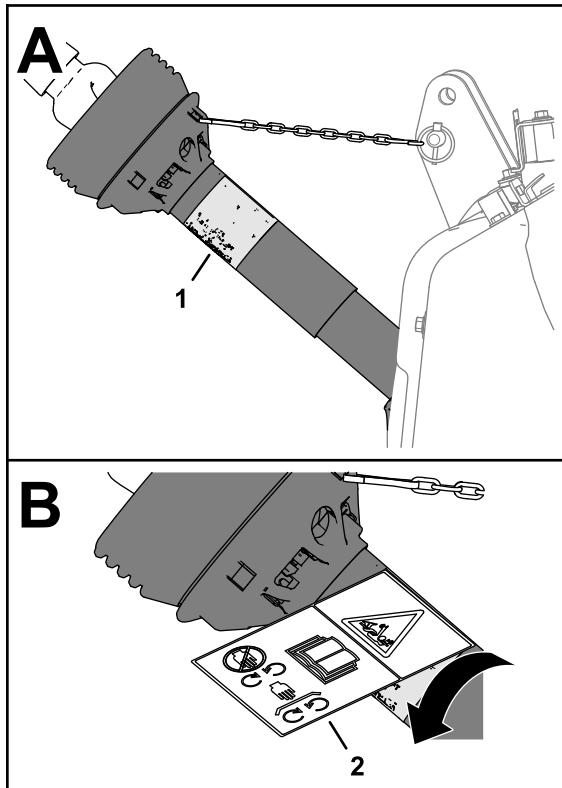

Bild 19
1. Drehen Sie den Wellenschutz, um Zugang zum vorhandenen Aufkleber für Einzugsgefahr zu erhalten (Bild 19)
4. Bringen Sie den CE-Aufkleber für Einzugsgefahr über dem vorhandenen Aufkleber für Einzugsgefahr auf (Bild 19).